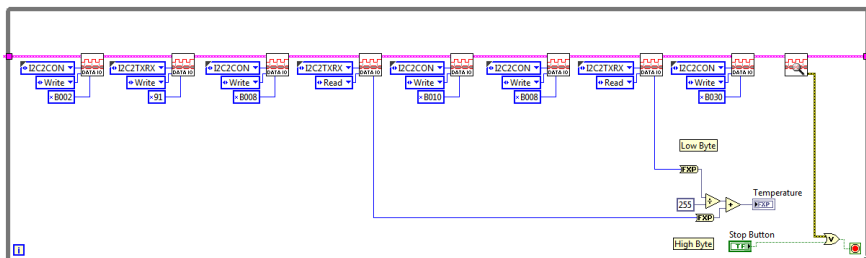

Рис. 2.14. Завершенный цикл while
7. Скопируйте все последние три блока последовательности ввода-вывода данных вместе и вставьте копию между последним блоком последовательности ввода-вывода данных и блоком проверки ошибок и соедините их. Подключите выход Read Data из новой последовательности чтения к входу Low Byte в блоки обработки данных температуры. После того, как все блоки будут размещены и настроены, результирующая диаграмма внутри цикла while должна выглядеть так, как показано на рис. 2.14.